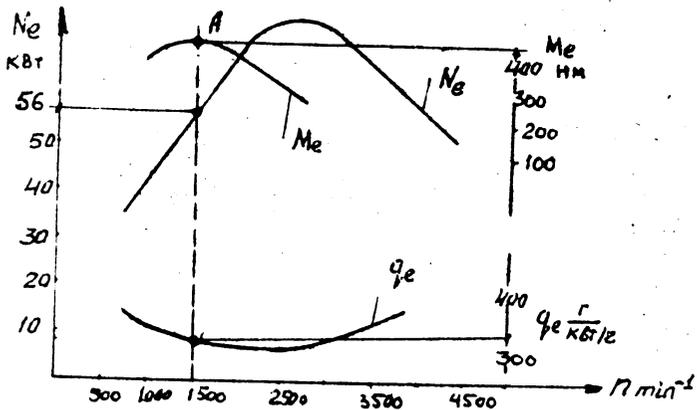

Рисунок 1.1. Внешняя скоростная характеристика автомобильного двигателя
1.13 Определить максимальную тяговую силу, мощность на колесах, скорость, которую развивает автомобиль, двигаясь по влажной грунтовой дороге ($\varphi = 0,3$) на прямой передаче, если передаточное число главной передачи 6,45; КПД трансмиссии $\eta_{\text{тр}} = 0,85$. Нагрузка на задний мост равна 58750 Н, размер шин 260-508. Сможет ли автомобиль в заданных условиях реализовать максимальную тяговую силу? При решении используйте внешнюю скоростную характеристику (см. рисунок 1.1.).